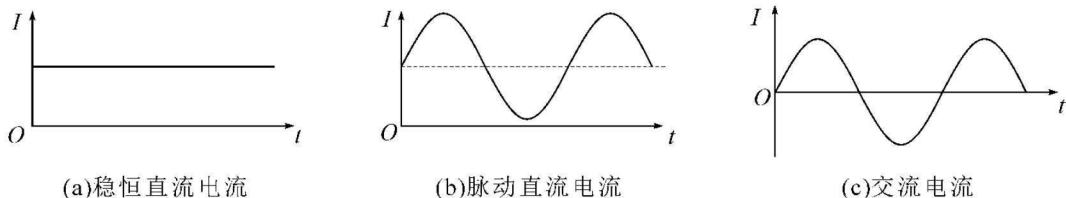

图 1-6 交直流电波形图
(2)如图 1-6(a)、(b)所示,直流电是指方向不发生变化的电流,直流电又可分为稳恒直流电与脉动直流电。
(3)如图 1-6(c)所示,交流电是指方向随时间改变的电流。